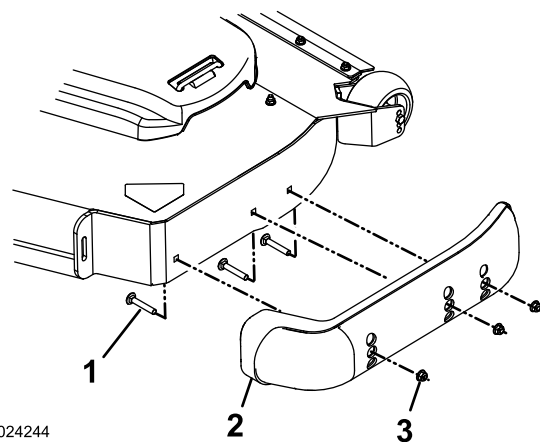

Figure 36
- Retirez les boulons à embase et les écrous de chaque patin (Figure 36).